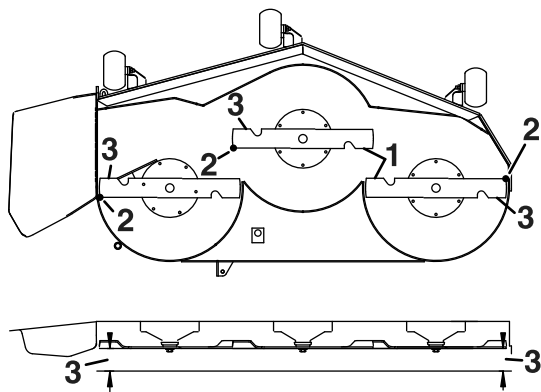

Figura 62
5. Mida entre los bordes de corte exteriores y la superficie plana (Figura 62).